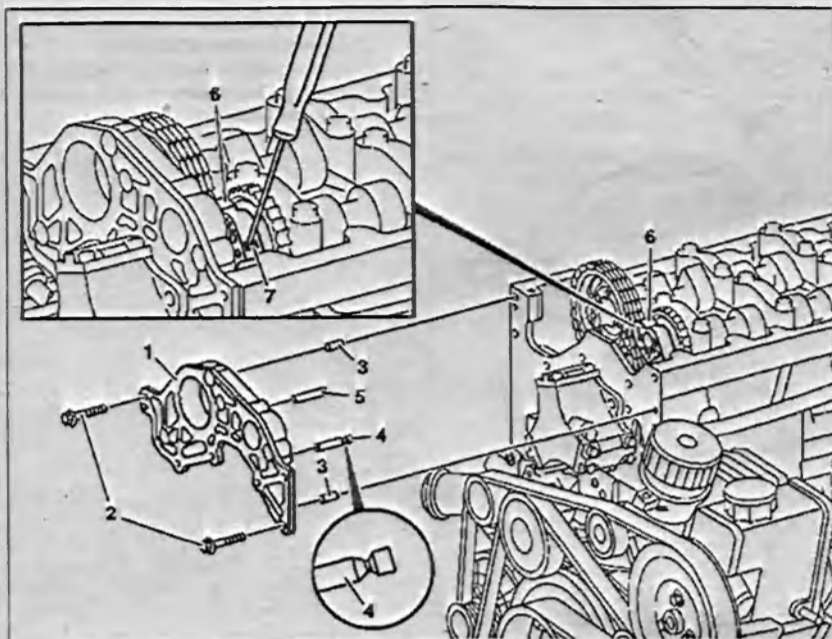

Рис. 3.5. Снятие и установка передней крышки на головке блока цилиндров:
5. Открутите болты 2 и снимите переднюю крышку 1 (рис. 3.5).